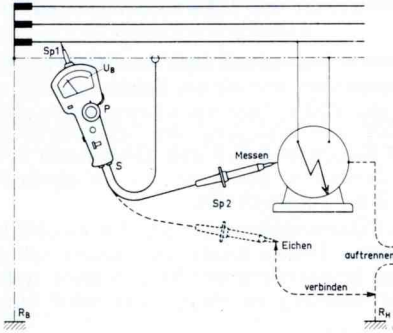

Abb. 4c: Messung der max. Berührungsspannung.
9. Messung der max. Berührungsspannung mit $R_i = 3000 \Omega$ (Abb. 4c)